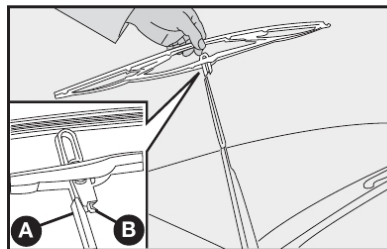

fig. 21
Substituição das palhetas do limpador do para-brisa - fig. 21
- 2) Tirar a palheta apertando a trava B-fig. 21 na haste A e simultaneamente empurrando-a para baixo; a seguir, desengatar a palheta da haste A.